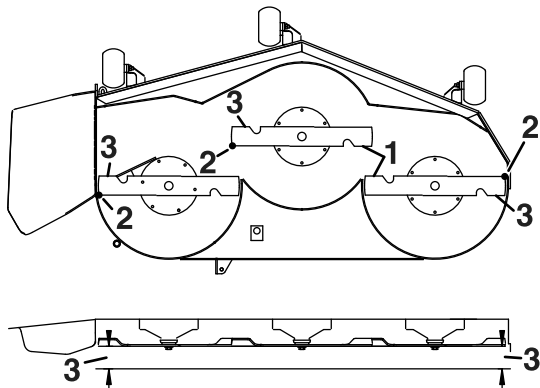

Figure 69
4. Mesurez la distance entre les tranchants extérieurs et le sol plat (Figure 69).